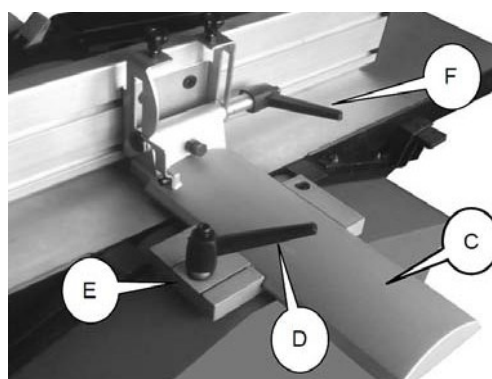

Fig. 13 : Montage de la butée de pièce
Étape 1 : Insérer le support de butée (C, Fig.13) dans le guide.
Étape 2 : En tournant la poignée de verrouillage (D, Fig.13), fixez le support d'arrêt avec le collier (E, Fig.13).
Étape 3 : Monter la butée à l'aide de la vis de serrage F (Fig.13).